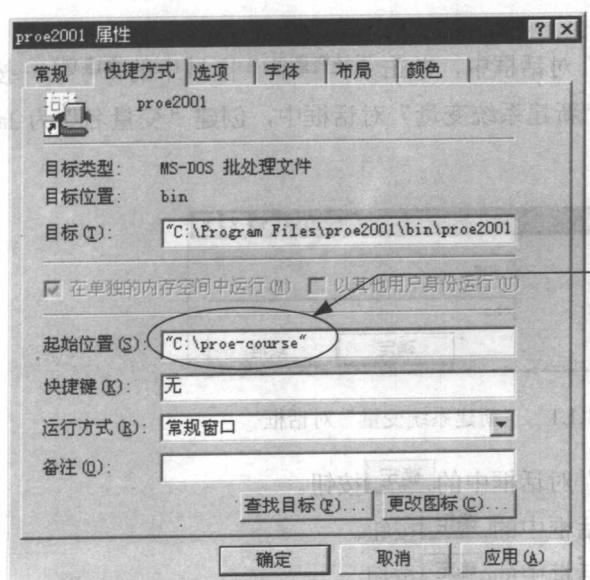

图 1.3.1 “proe2001 属性”对话框
Step2. 此时桌面上弹出如图 1.3.1 所示“proe2001 属性”对话框，单击该对话框的 **快捷方式** 标签，然后在 **起始位置(S):** 文本框中输入 C:\proe-course，并单击 **确定** 按钮。